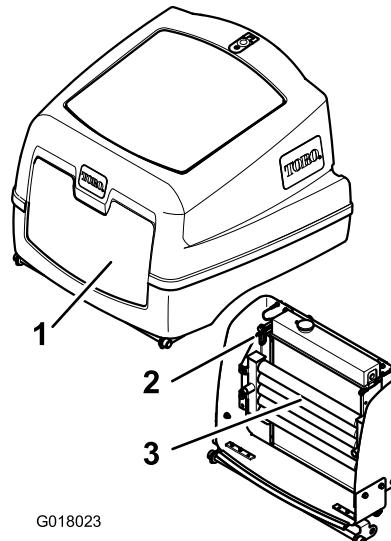

Bild 56
4. Lösen Sie den Riegel und öffnen Sie die Motorhaube (Bild 56).